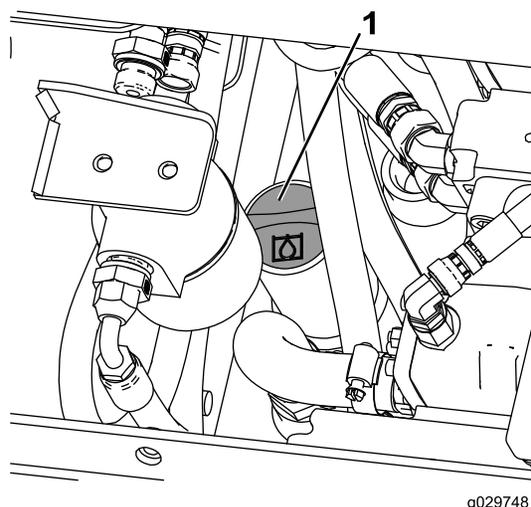

図 69
7. 油圧オイルタンクの注油口の周囲をきれいに拭く 図 69。